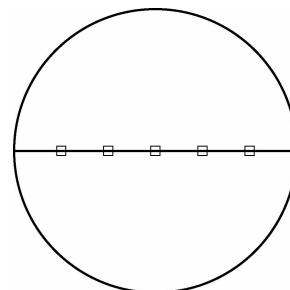

图 4-45 绘制半径为 35 的圆弧
(3) 使用多段线命令绘制半径为 35 的大圆弧, 如图 4-45 所示。